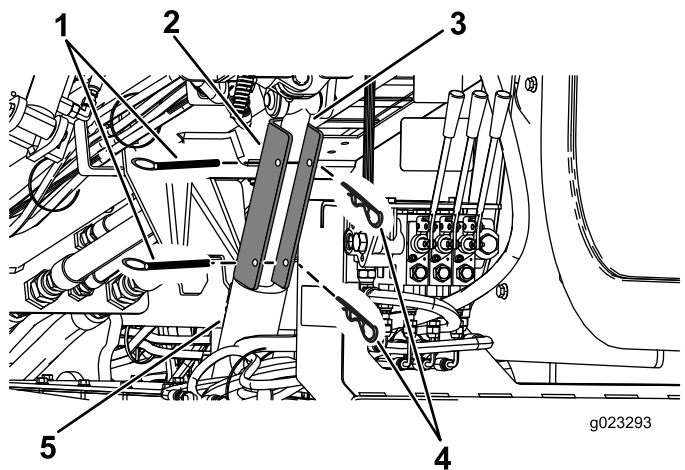

Рисунок 73
4. Установите замок на шток гидроцилиндра (Рисунок 73).
5. Закрепите замок гидроцилиндра посредством штифта с головкой и шплинта (Рисунок 73).
4. Снимите штифт с головкой и шплинт, закрепляющие замок гидроцилиндра (Рисунок 73).